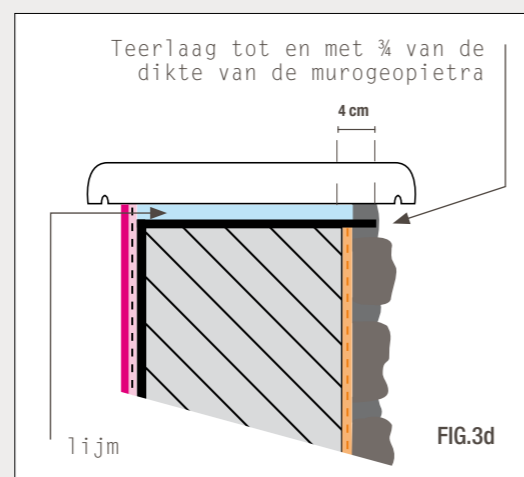

FIG.3d
- De muurafdekker kan direct vastgelijmd worden op de teerlaag. (Fig.3d).